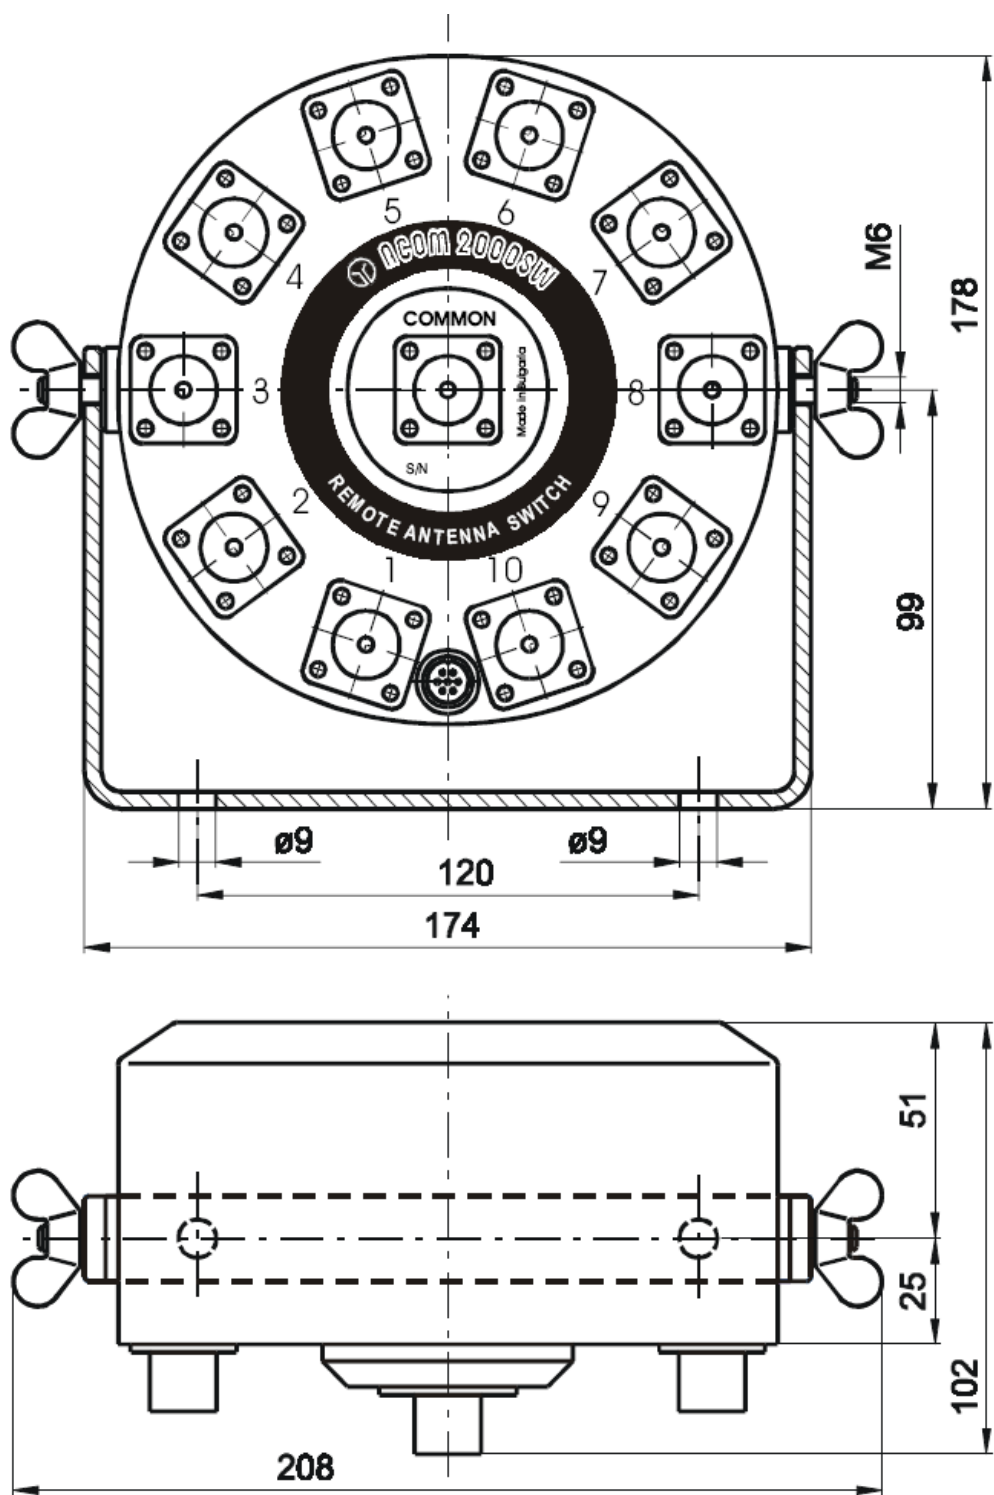

Рисунок 2-1
- * На скобе крепления имеются два отверстия диаметров 9 мм, на расстоянии 120 мм друг от друга для крепления ее к монтажному основанию. Смотрите рисунок 2-1.